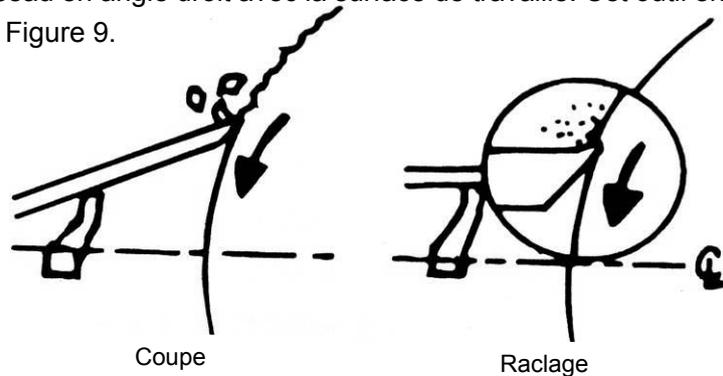

Figure 9
-Pour racler, tenez le ciseau en angle droit avec la surface de travail. Cet outil enlève les fines particules au lieu des copeaux. Voir Figure 9.